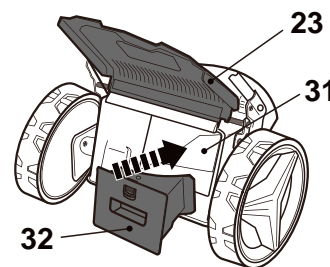

Fig. 18
1. Ouvrir le déflecteur (23), le maintenir en position et introduire l'insert de mulching (32) dans la goulotte d'évacuation arrière (31) (Fig. 18). S'assurer que le bouton de déverrouillage émet un clic.